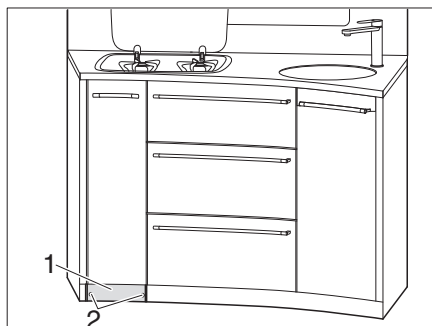

Fig. 131 Svitare lo zoccolo
- Svitare le 2 viti (Fig. 131,2) dello zoccolo (Fig. 131,1).
- Togliere lo zoccolo (Fig. 131,1).